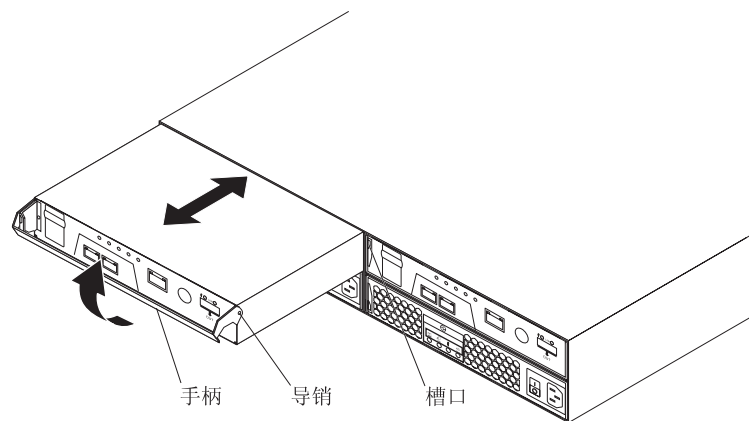

图 37. 卸下和更换控制器
- b. 从机架中缓缓拉出手柄，将控制器从托架中卸下，如图 37 所示。
- b. 确保控制器一侧的导引针正好嵌入 DS3300 机架上的槽口。请参阅第 65 页的图 37。